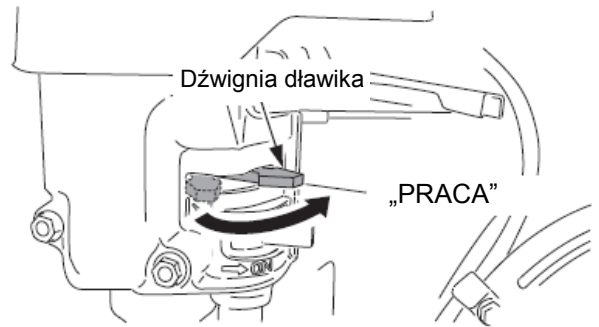

Rys. 11
- 6 Pociągnij za rączkę startera ręcznego. Kiedy wyczujesz opór, pociągnij energicznie za linkę aby uruchomić silnik. Uważaj, żeby nie pociągnąć za mocno, by nie uszkodzić linki. Powoli odwiódź linkę startera z powrotem do urządzenia, cały czas trzymając za uchwyt. (Rys.11)